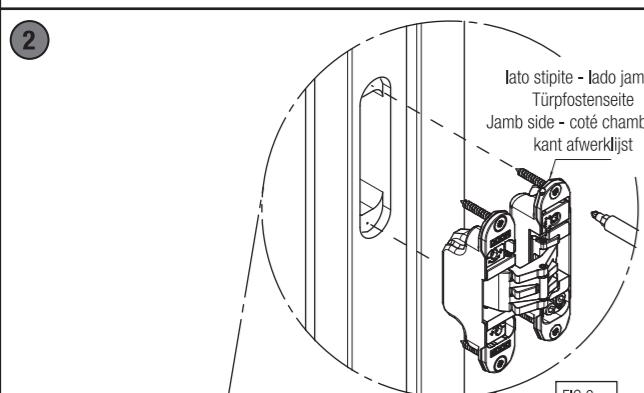

FIG.2
*Montare la porta sullo stipite alloggiando le cerniere nelle rispettive fessure (fig.2). Fissare le cerniere con le apposite viti.
*Instalar la puerta en el marco, alojando las bisagras en los correspondientes mecanizados (fig. 2). Fijar las bisagras con los tornillos.
*Das Türblatt an der Zarge anbringen und die Türbänder in die jeweiligen Frässungen einsetzen (Abb. 2). Die Türbänder mit den dafür vorgesehenen Schrauben befestigen.
*Monteer het deurblad in de omkasting door de scharnieren in de passende uitfrezingen te plaatsen. (fig.2) bevestig de scharnieren met de gepaste schroeven.